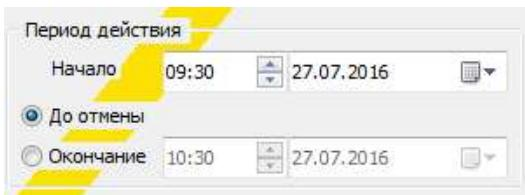

Рис.172. Период действия предупреждения.
12. В раздел «Период действия» поле «Начало» установить время начала действия предупреждения (см. рис. 172).
13. В раздел «Период действия» поле «Окончание» установить время окончания действия предупреждения (см. рис. 172).
14. Если предупреждение устанавливается «До отмены» установить пометку в поле «До отмены» (см. рис. 172).